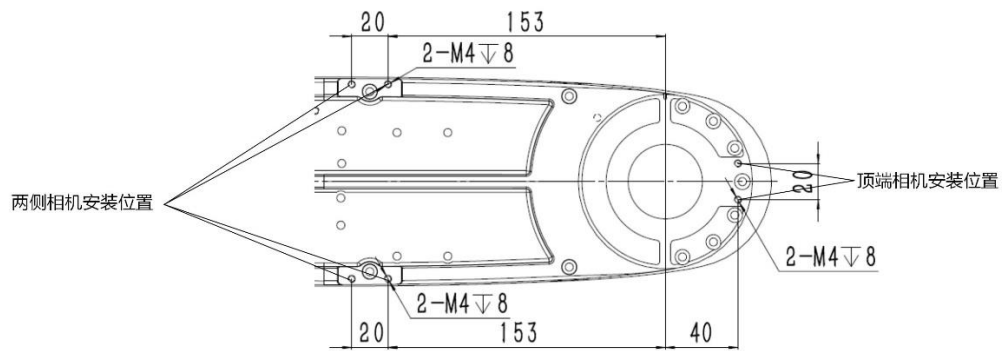

图 5-14 AIR6SC-600A 大小臂相机安装位置尺寸图
安装在小臂两侧（图 5-14 所示）时： $WM = M (L1)^2 / (L1 + L2)^2$
安装在小臂顶端（图 5-14 所示）时： $WM = M (LM)^2 / (L2)^2$
操作机在小臂上有相机安装位置，安装孔规格及尺寸如图 5-14 所示。